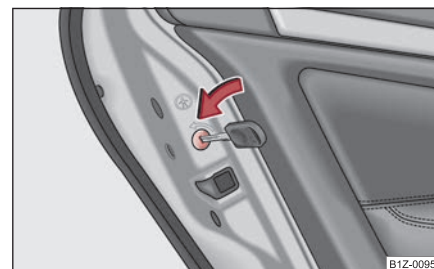

Fig. 42 Seguro para niños en las puertas traseras
- Gire con la llave del vehículo la ranura en la puerta trasera en sentido de la flecha ⇒ fig. 42.